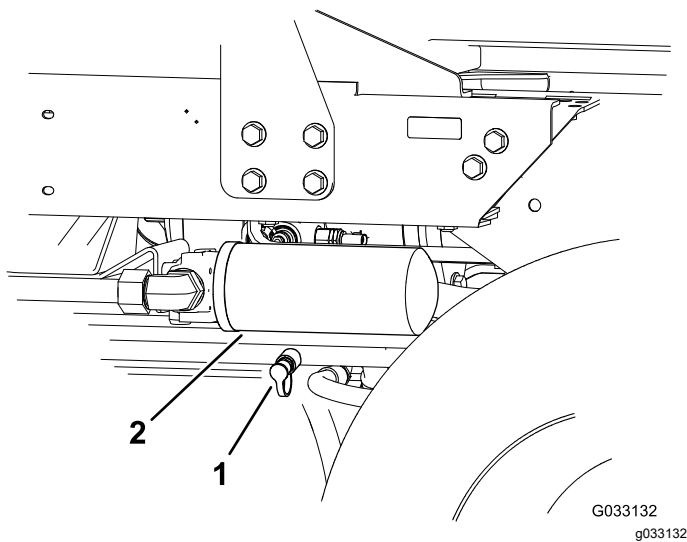

Figura 63
2. Ligue um tubo hidráulico entre o encaixe de diagnóstico instalado no coletor da tração traseiro e a porta de teste de pressão da tração traseira (Figura 63).